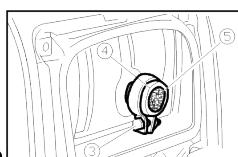

Рис.29
2. Открутите болт (3) и снимите крышку (4) с шумогасителем (5) с выхлопной трубы глушителя (рис. 29).